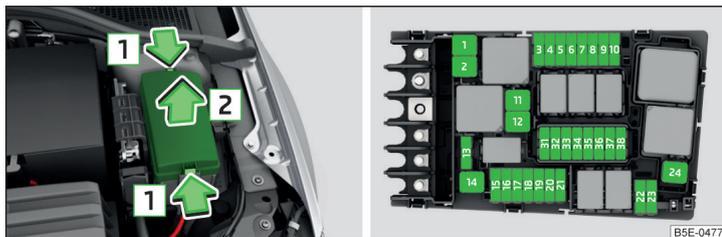

Abb. 234 Abdeckung des Sicherungskastens abnehmen / Sicherungen
- Die Verriegelungstasten der Abdeckung gleichzeitig in Pfeilrichtung **1** zusammendrücken » Abb. 234.